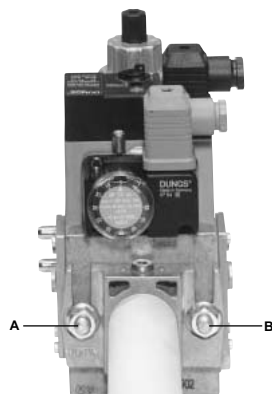

Fig. 21
3. stringere le viti A, B, C e D (Fig. 21 - Fig. 22), rispettando le posizioni di montaggio (Fig. 24);
1. Allentare le viti A e B **non** svitare (Fig. 21 e Fig. 22).
2. Svitare le viti C e D (Fig. 21 e Fig. 22).